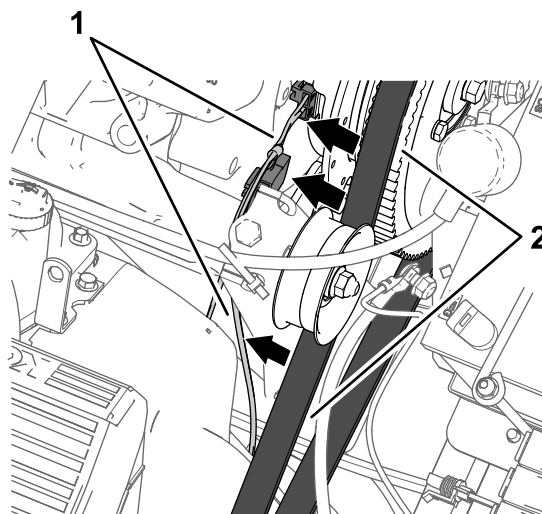

Figura 170
- Disponete la diramazione del cablaggio preassemblato – 84 cm contro il motore e la pompa di irrorazione, in modo che la diramazione abbia una certa distanza dalla cinghia dell'alternatore (Figura 170).